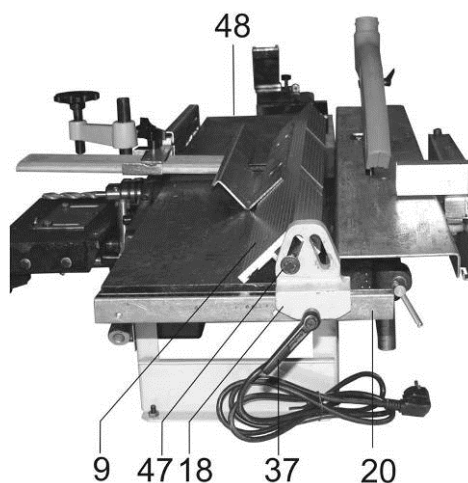

Рис. 7
## 8.5. Установка направляющей планки (Рис. 7)
8.5.1. Как показано на Рис. 7, на направляющей (20) установите и ручкой фиксации (37) закрепите ползун (18) направляющей планки (9).